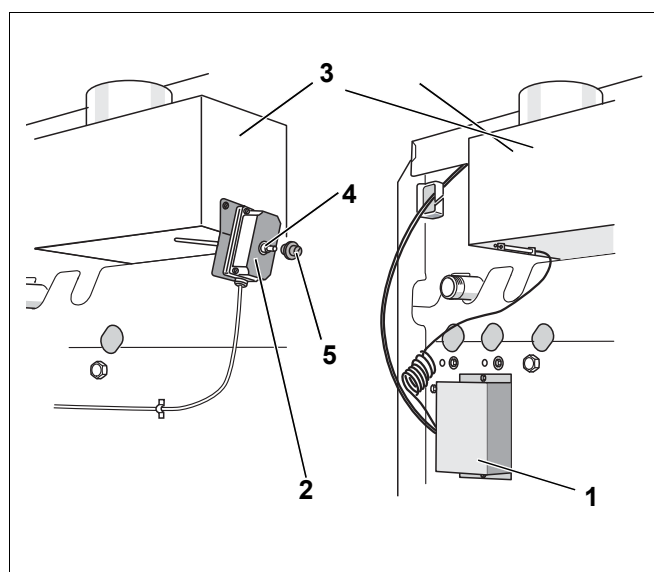

Рис. 11 Системы контроля дымовых газов
- Если имеется теплотребность, система контроля дымовых газов AW 50 (Рис. 11, **поз. 1**) через несколько минут вновь автоматически запускает горелку.
- На системе контроля дымовых газов AW 10 (Рис. 11, **поз. 2**) примерно через две минуты снимите защитный колпачок (Рис. 11, **поз. 5**) и нажмите разблокировочный штифт (Рис. 11, **поз. 4**).